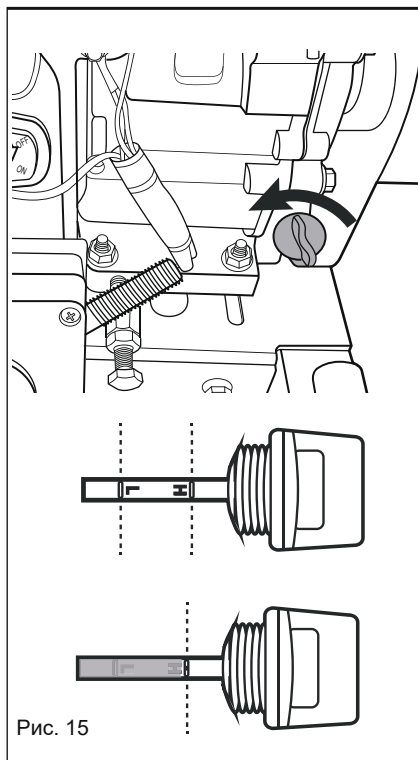

Рис. 15
2. Снимите крышку маслозаправочной горловины (6) и протрите маслоизмерительный щуп чистой ветошью. Проверьте уровень масла, вставив щуп в заливное отверстие, не вкручивая его, а затем снова вынув его (рис. 15).
3. Если уровень масла ниже конца щупа, долейте (используйте воронку, не наклоняйте измельчитель древесины) до тех пор, пока уровень не достигнет отметки середины щупа (рис. 15). Используйте премиальное масло для 4-тактных двигателей. Рекомендуется масло SAE30 или 10W30 для большинства климатических условий Австралии.